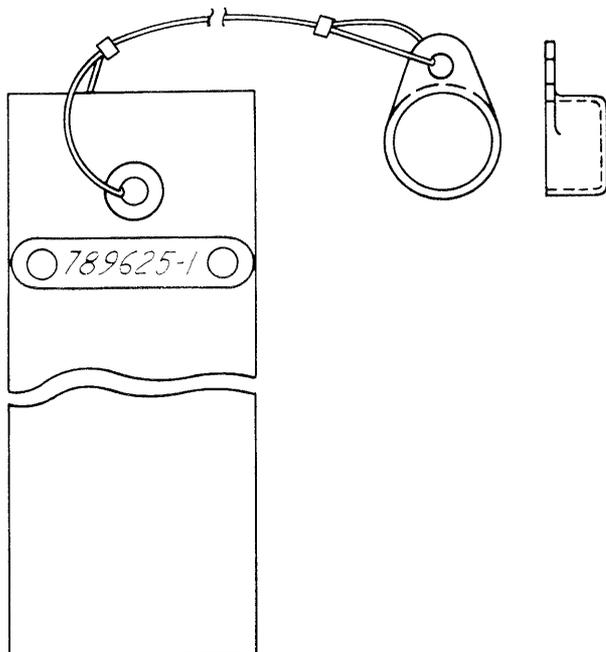

Fig. 5-17. Coperchio P/N 789625-1 per ugello pompa a getto.
c. Tappare l'ugello della pompa a getto (part. 8, fig. 5-8) sul gruppo di condizionamento usando un coperchio P/N 789625-1 da 1 inch di diametro (vedere fig. 5-17).